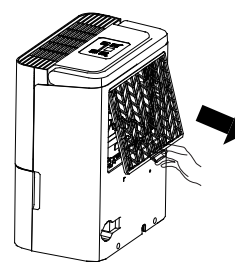

Abb. 10
- Fassen Sie die Lasche am Filter und ziehen Sie sie nach oben heraus. Ziehen Sie sie dann wie in Abb. 10 gezeigt heraus.